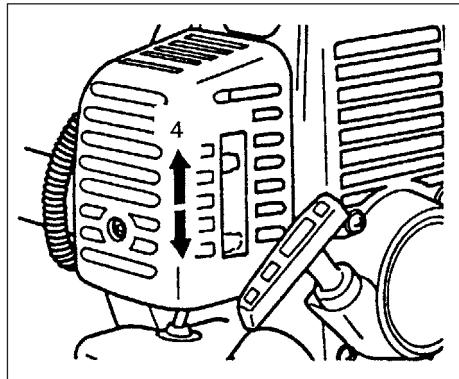

Рис. 2-3
2. Если нажат предохранительный рычаг (2), потянуть дроссельное пусковое устройство и нажать блокировочную кнопку (3) (при наличии подобного оснащения), затем сначала медленно отпустить дроссельное пусковое устройство, затем предохранительный рычаг. При этом дроссель заблокируется в пусковом положении.
3. Установить рычаг заслонки в положение CLOSED (ЗАКРЫТО) (4). (Рис. 2-3)